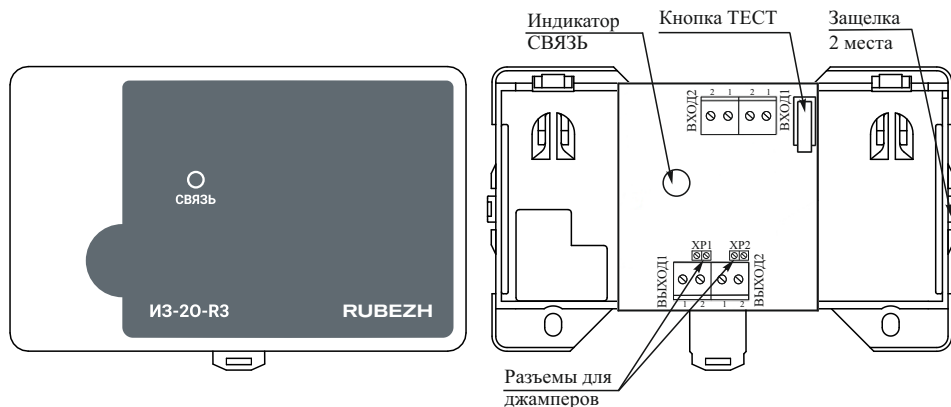

Рисунок 1
5.10 Для согласования с основной АЛС длины ответвления и количества подключенных адресных устройств на ответвлении на плате изолятора имеются джамперы и разъемы «ХР1», «ХР2» (рисунок 1). Джамперы рекомендуется устанавливать на разъемы при длине ответвления более 20 м и количестве подключенных адресных устройств на ответвлении не более 3 шт.